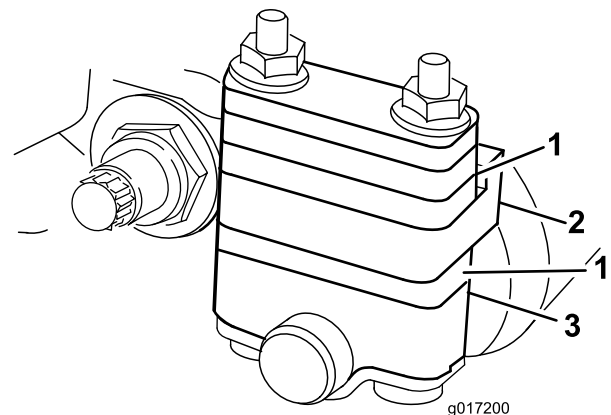

Figura 2
11. Togliete le viti e i dadi che fissano le staffe del rullo posteriore e i distanziali sulle flange di montaggio della piastra laterale (Figura 2). Eliminate le viti e i dadi.
Nota: Gli apparati di taglio Flex 21 più vecchi non sono dotati di flangia di montaggio della piastra laterale (Figura 2). Se il kit viene installato su un modello precedente, saltate le operazioni 11-14 e gettate i distanziali.